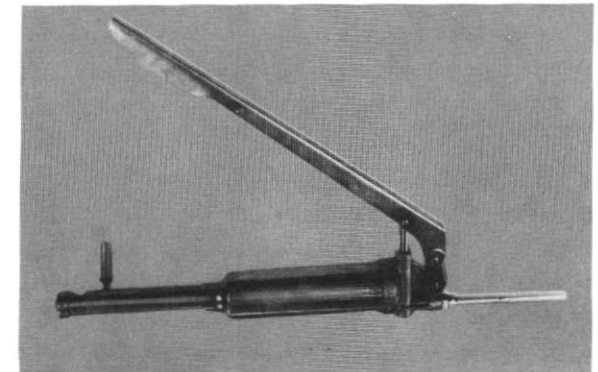

Fig. 6-6
- F. Grease gun (hand pump type) (Fig. 6-6)
- F. Pompe à graisse (Fig. 6-6)
- F. Fettpresse (Handpumpenart) (Bild. 6-6)